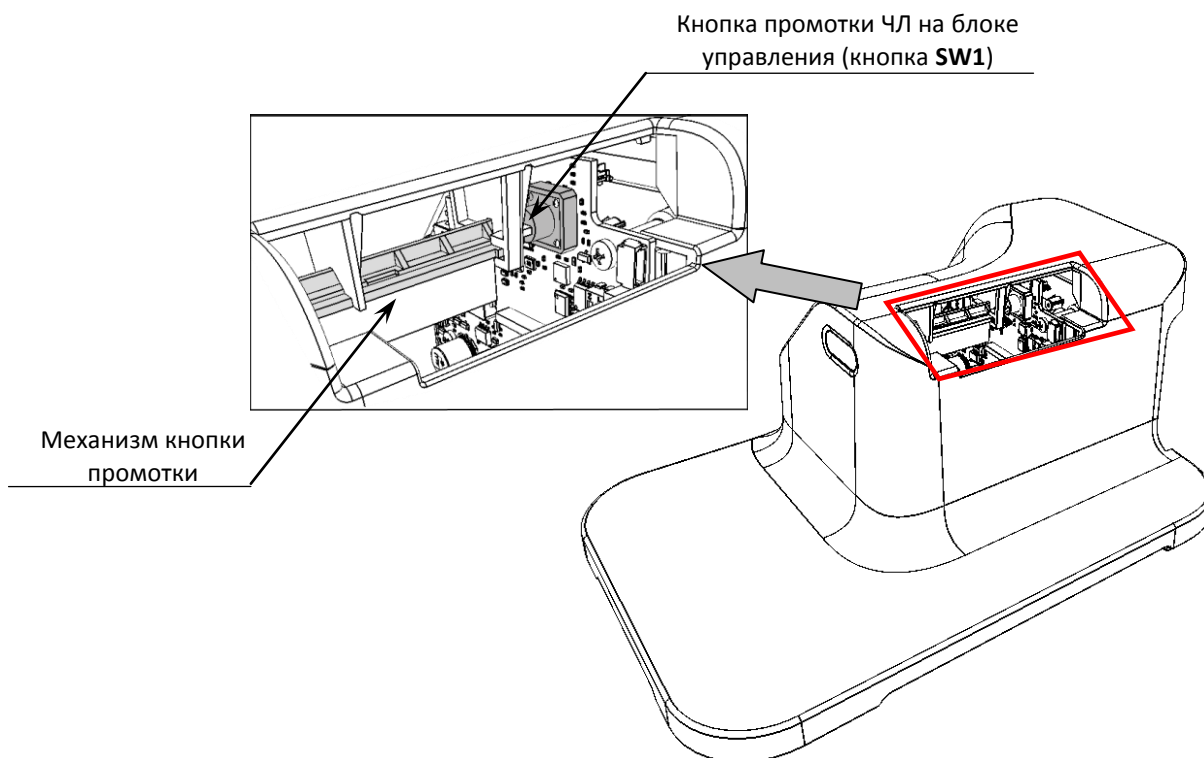

Рисунок 28. Положение механизма кнопки промотки во внутренней части корпуса ККТ (боковая металлическая стенка и крышка лотка условно не показаны)
18. Установить верхнюю часть корпуса на дно. При установке нужно учесть расположение механизма кнопки промотки ЧЛ, которая зафиксирована в верхней части корпуса ККТ (во внутренней ее части). Механизм кнопки промотки должен быть точно установлен и плотно соприкоснуться с кнопкой промотки блока управления (рисунок 28).